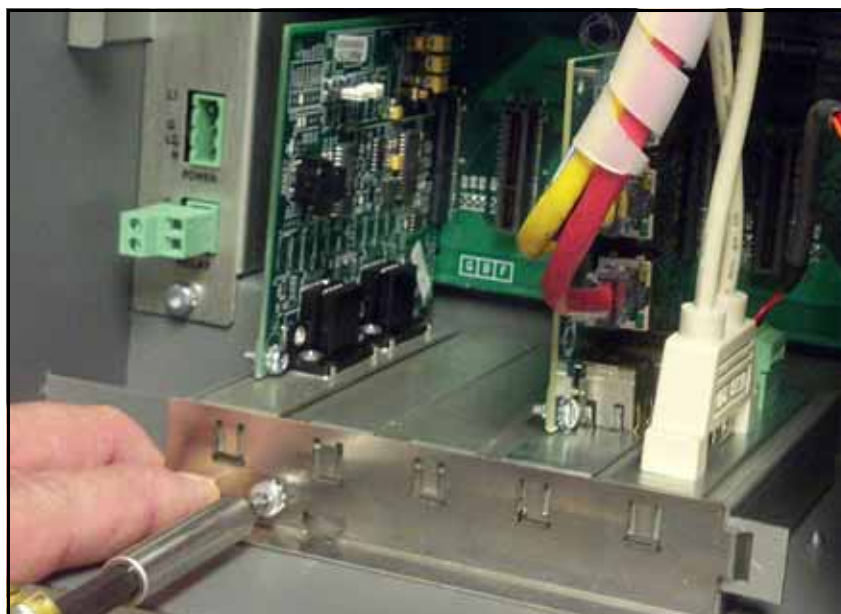

Figura 13. Recoloque o suporte de módulos de comunicação e o parafuso contentor
5. Realoque outro(s) módulo(s) de comunicação na(s) ranhura(s) disponível(is). Se o módulo CDIM estava na ranhura 4, realoque-o na ranhura 1 ou 2. Recoloque o suporte de módulos de comunicação e o parafuso contentor (ver Figura 13).